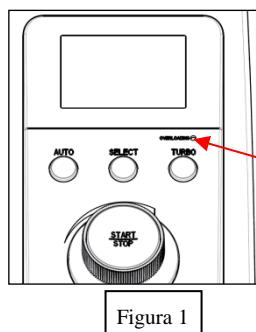

Figura 1
* La máquina se detendrá si hay una sobrecarga, por precaución el LED rojo se mantendrá encendido y emitirá un sonido si hay una sobrecarga (figura 1), la lámpara se mantiene siempre apagada en este tipo de casos, en ese momento, el consumidor debe desconectar el cable de alimentación si es que hay una sobrecarga, se debe retirar una porción de comida de la jarra y la máquina se reiniciara después de al menos 15 minutos.